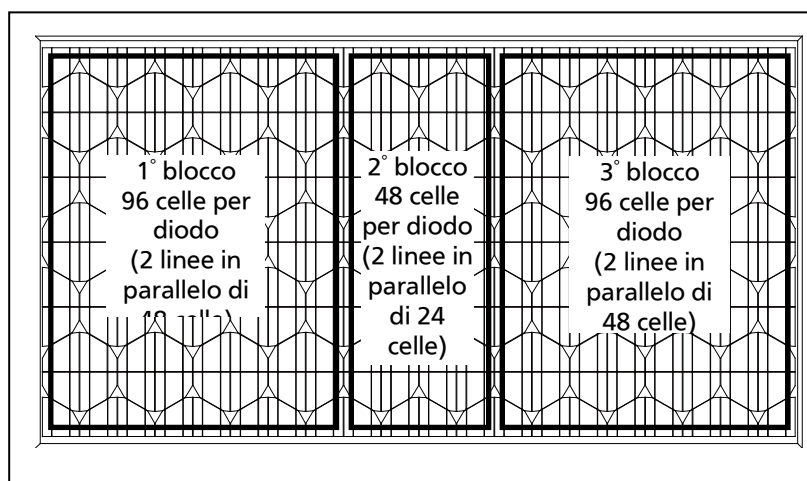

Figura 4-2: numero di celle in serie per ogni diodo di bypass
- Le specifiche dei diodi di bypass per la serie VBHHxxxAE sono le seguenti: 3 diodi di bypass; 96 celle in serie per ogni diodo di bypass (1° e 3° blocco, 2 linee in parallelo di 48 celle), 48 celle in serie per ogni diodo di bypass (2° blocco, 2 linee in parallelo di 24 celle) (vedere Figura 4-2).